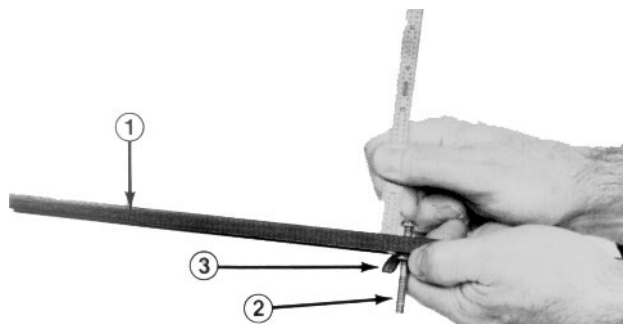

Fig. 7
3. Løsne mutteren på linjalen (fig. 7) og still inn justeringsskruen til riktig klippehøyde. Avstanden fra underkant av skruhodet til linjalens flate er klippehøyden.